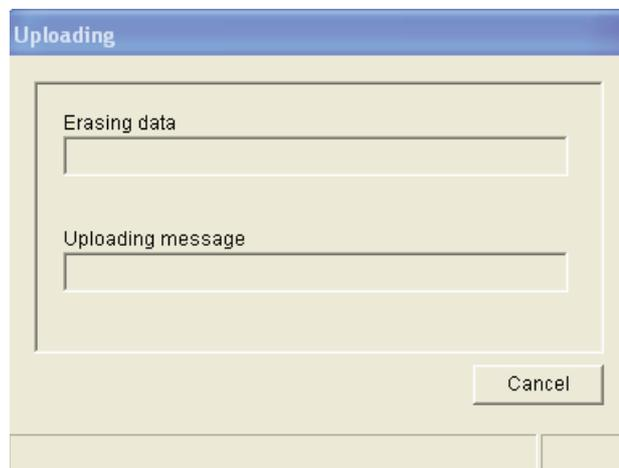

figura 8.17: Caricamento dei dati nel Plena Weekly Timer
- 2 Fare clic sul pulsante Upload configuration. Compare la seguente finestra (vedere la figura 8.17) per indicare che il caricamento è in corso. Quando il caricamento è completo, questa finestra si chiude.